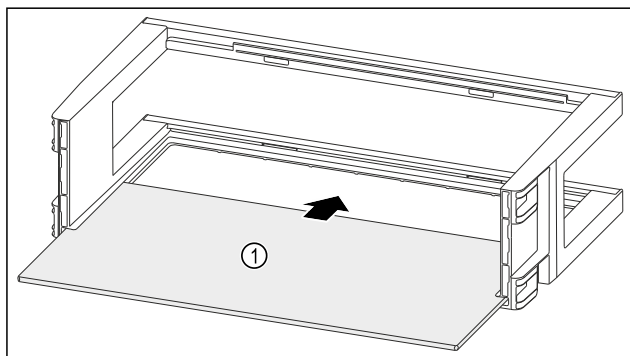

Fig. 134
- ▶ Tolja be a tárolólapot Fig. 134 (1) az oldalsó bemarásokba.